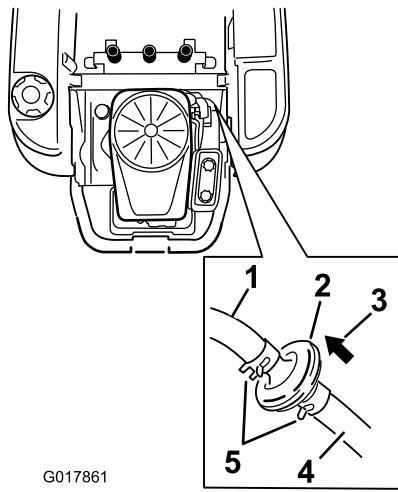

Figura 34
3. Levante el asiento y localice los filtros de combustible, según se muestra en Figura 34.
4. Apriete los extremos de las abrazaderas y deslícelas por el tubo alejándolas del filtro (Figura 34).
6. Instale un filtro nuevo – la flecha que indica el sentido de flujo debe apuntar hacia el motor. Acerque las abrazaderas al filtro (Figura 34) para sujetarlo.